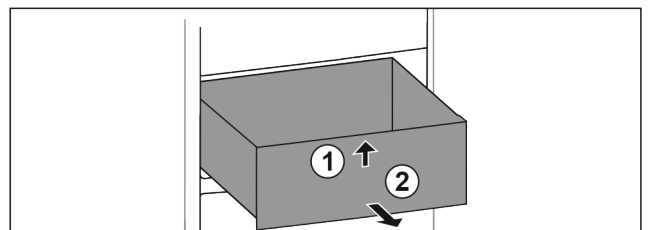

Fig. 27
- ▶ Lade aan de voorkant optillen. Fig. 27 (1)
- ▶ Lade naar voren toe verwijderen. Fig. 27 (2)